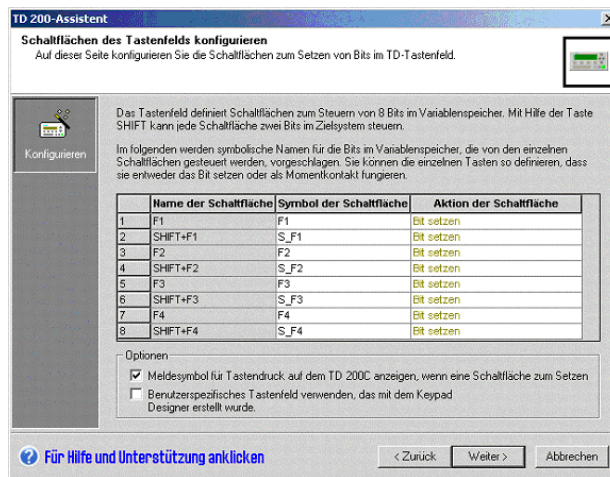

Bild 4-9 Konfigurieren der Funktionen für die Schaltflächen
1. Wählen Sie die Option für die Verwendung eines mit dem Keypad Designer erstellten anwenderspezifischen Tastenfelds. (Dieses Kontrollkästchen befindet sich im Dialogfeld "Schaltflächen im Tastenfeld konfigurieren" im Bereich "Optionen", siehe Bild 4-9.)
Im Dialogfeld "Schaltflächen im Tastenfeld konfigurieren" können Sie einen symbolischen Namen und eine Aktion (Funktion) für die konfigurierbaren Schaltflächen des Text Display wählen (siehe Bild 4-9).